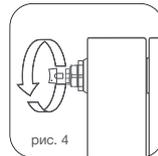

рис. 4
4. Для удаления воздуха из радиатора в верхний коллектор обязательна установка крана Маевского\* или автоматического воздухоотводчика. Для удаления воздуха через кран Маевского необходимо периодически (несколько раз в год) вручную стравливать его с помощью специального ключа\* (рис. 4)